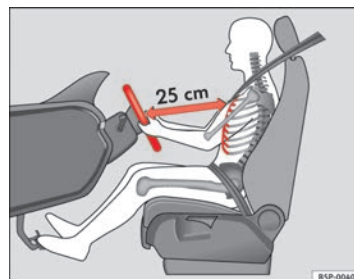

Abb. 136 Die richtige Sitzposition des Fahrers
- Stellen Sie das Lenkrad so ein, bis die gewünschte Einstellung erreicht ist $\Rightarrow$ Abb. 136.
- Stellen Sie den Fahrersitz oder das Lenkrad so ein, dass der Abstand zwischen Lenkrad und Brustbein mindestens 25 cm beträgt ⇒ **Seite 172, Abb. 136**. Wenn Sie den Mindestabstand nicht einhalten, kann Sie das Airbag-System nicht schützen – Lebensgefahr!